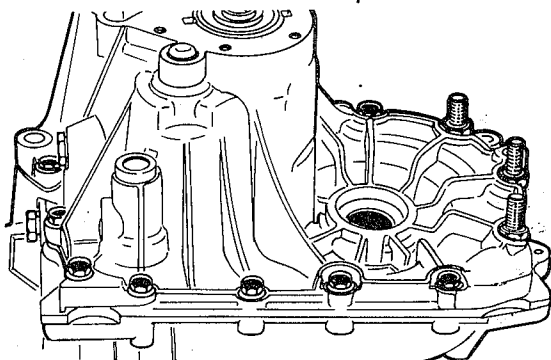

fig. 57
12. Remover os parafusos de união das carcaças (fig. 57), e separá-las cuidadosamente, utilizando-se de um martelo de plástico